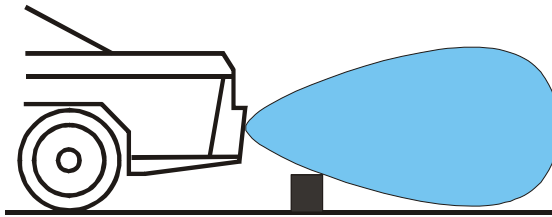

Рис. 10
7.2 Минимальное расстояние обнаружения бордюра (и других низко расположенных объектов), т.н. ширина «вертикальной мертвой зоны», зависит от высоты и угла установки датчиков (см. рис. 10). Например при высоте установки датчиков 60 см, минимальное расстояние обнаружения бордюра высотой 20 см будет около 70 см, а при высоте датчиков 40 см и угле наклона 7° минимальное расстояние обнаружения такого бордюра бу